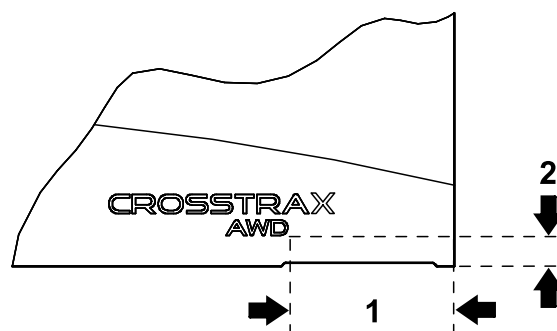

Figure 15
- En vous aidant des dimensions indiquées à la Figure 15, apposez un autocollant CROSSTRAX dans l'angle inférieur arrière de chaque côté du capot.